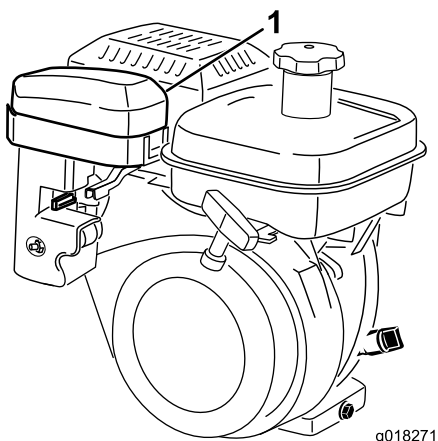
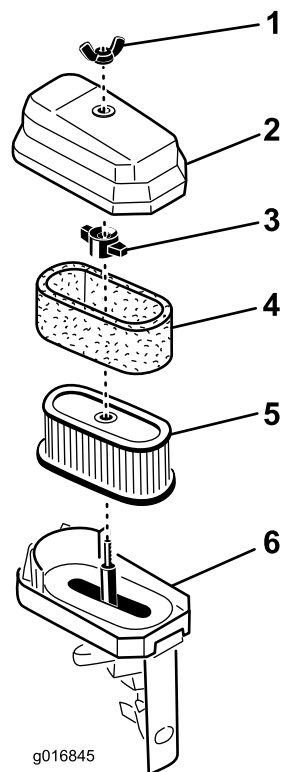

Figure 32
Figure 33
2. Enlevez les écrous à oreilles qui fixent le couvercle du filtre à air et déposez le couvercle. Nettoyez soigneusement le couvercle (Figure 32 et Figure 33).
3. Si l'élément en mousse est encrassé, sortez-le de l'élément en papier (Figure 33). Nettoyez-le soigneusement.